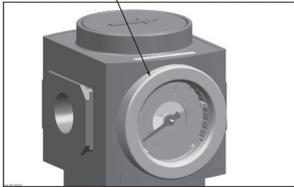

Abbildung 4 (2000er-Serie abgebildet)
2. Entfernen Sie die Messgerätabdeckung, indem Sie sie gegen den Uhrzeigersinn drehen, um sie vom Gehäuse abzuschrauben (siehe Abbildung 4).